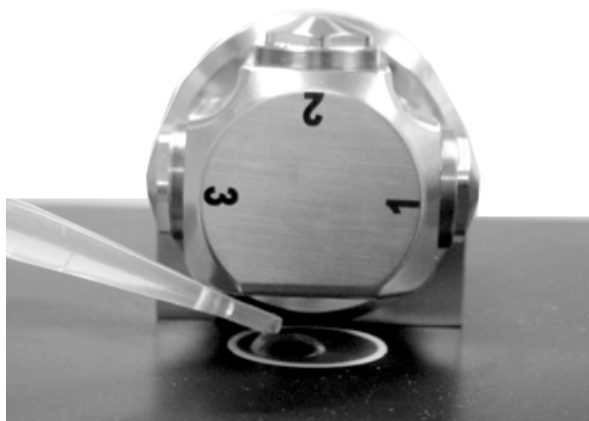

図 13 : サンプルを DialPath の下ウィンドウに適用する
- 3 サンプルによって下ウィンドウの表面領域全体が覆われるようにします（図 13 を参照）。